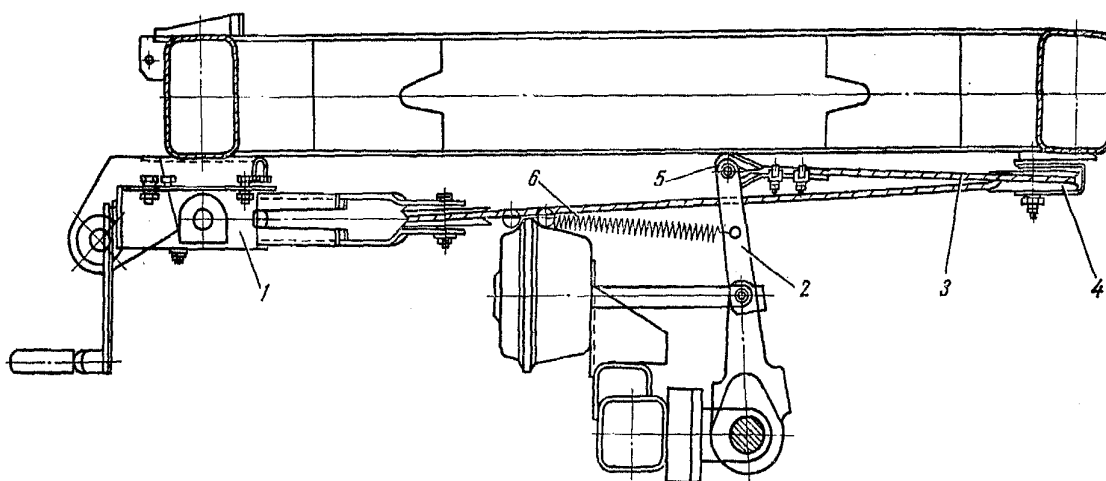

Рис. 16. Привод стояночного тормоза:
4.7. Стояночная тормозная система. Стояночная тормозная система предназначена для затормаживания прицепа на стоянке. Привод ручной, механический. Основными частями привода являются натяжной механизм 1, установленный на передней поперечине рамы поворотной тележки, трос 3, возвратные пружины 6, направляющие ролики 4, рычаги (рис.16).